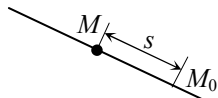

Рис. 59
45. Задано уравнение движения точки M по прямой $s = 2t^2 + 3t$ м. Определите скорость v при $t = 1$ с (рис. 59).